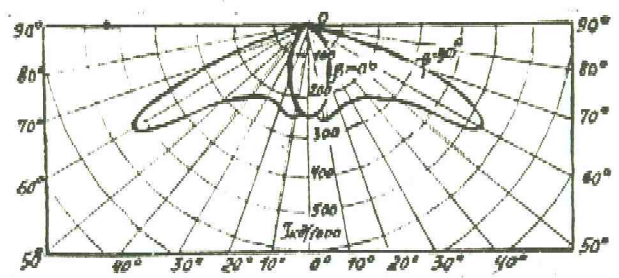

Рис.2
2.1. Распределение силы света светильников показано на рис.2,3,4. Тип кривой силы света светильников: